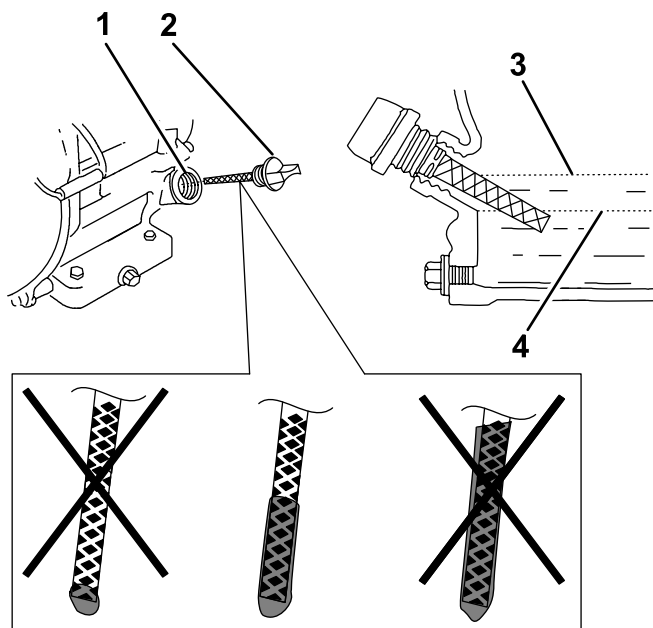

Figure 9
3. Nettoyez la surface autour de la jauge d'huile pour éviter de faire tomber des impuretés dans l'orifice de remplissage, ce qui endommagerait le moteur (Figure 9).
- Dévissez la jauge d'huile et essuyez soigneusement l'extrémité (Figure 9).
- Insérez complètement la jauge d'huile dans l'orifice de remplissage (Figure 9), mais ne la vissez pas.
- Ressortez la jauge et examinez l'extrémité. Si le niveau est bas, versez lentement juste assez d'huile dans l'orifice de remplissage pour amener le niveau au repère maximum (Full) sur la jauge (Figure 9).